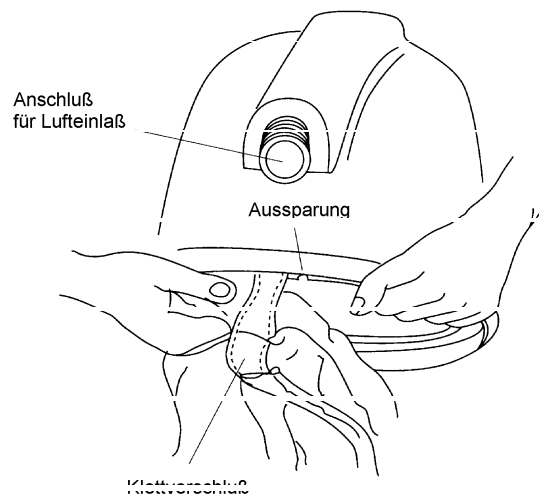

Bild 4: Demontage Cape
(1) Klettverschluss am Cape öffnen.	Siehe Bild 4.
(2) Cape demontieren.	<ul style="list-style-type: none"> – Cape-Ende bis zur Aussparung schieben. – Ein Ende herausziehen und aus dem Capehalter schieben, bis es demontiert ist.
(3) Cape montieren.	<ul style="list-style-type: none"> – Klettverschluss öffnen. – Ein Ende an der Aussparung beginnend solange durch den Capehalter schieben, bis das gesamte Cape eingezogen ist (leichter durch Sprühen eines nicht toxischen Silikonsprays in die Führung).
(4) Klettverschluss am Cape schließen.	Siehe Bild 4.